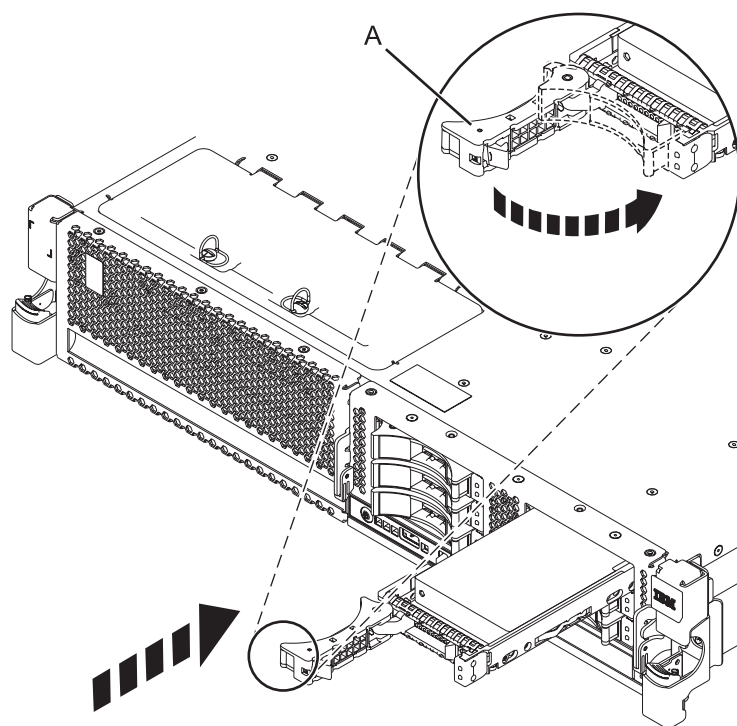

Figura 46. Instal·lació d'una unitat de disc al sistema
5. Quan el LED d'identificació parpellegi, moveu la unitat fins al fons del sistema i pressioneu la nansa de la unitat (A) fins que quedi bloquejada, tal com es mostra a la Figura 46.